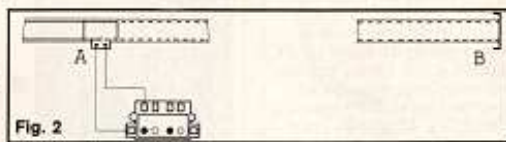

Fig. 2
- con il pulsante premuto, si ricostituisce il flusso della corrente e il treno può riprendere la marcia avanzando o arretrando, comandato dal reolatore di potenza. I collegamenti elettrici - assai elementari - sono esemplificati a fig. 2 e a fig. 3.